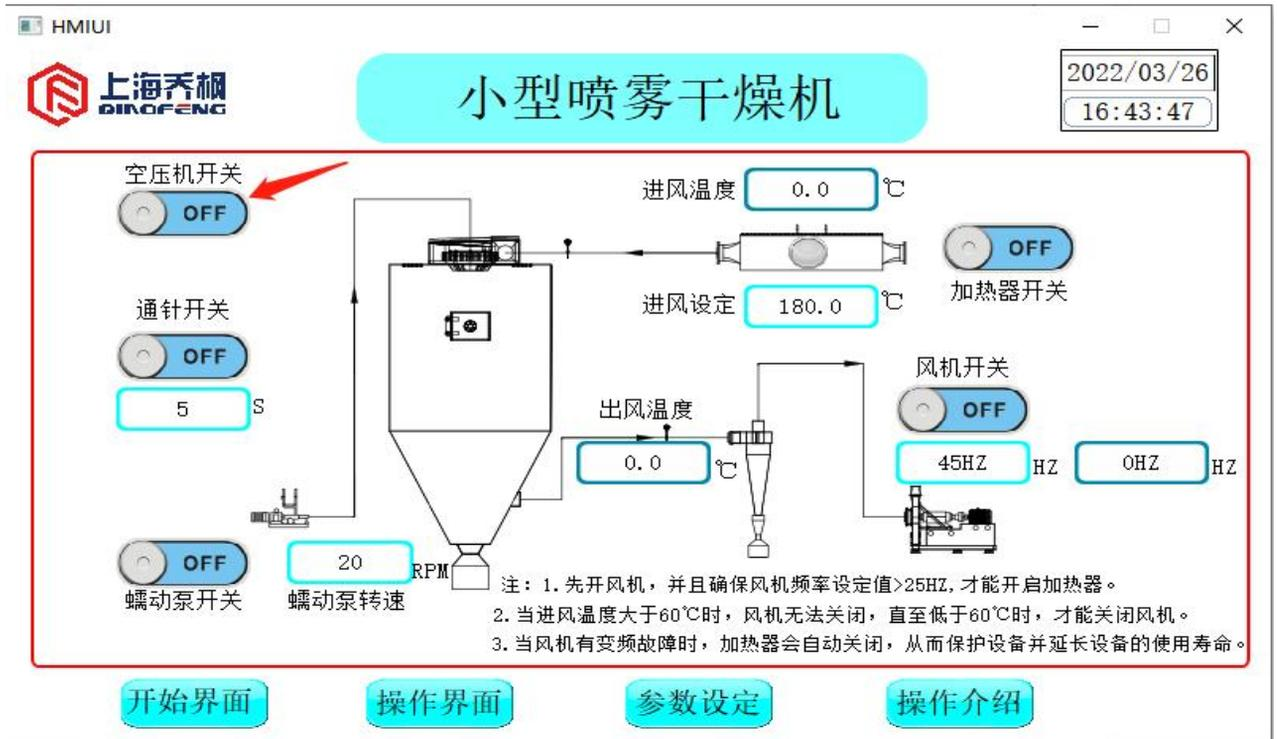

图 11
(9) 点击“空压机开关”1，停止空压机。显示状态如图 11 所示。